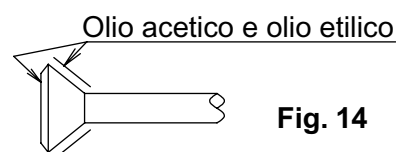

Fig. 14
- Quando si collegano i dadi svasati, applicare alla parte svasata (sia all'interno, sia all'esterno) un velo di olio etilico o di olio acetico, quindi fare compiere 3 o 4 giri e infine serrare. **(Fare riferimento alla Fig. 14)**